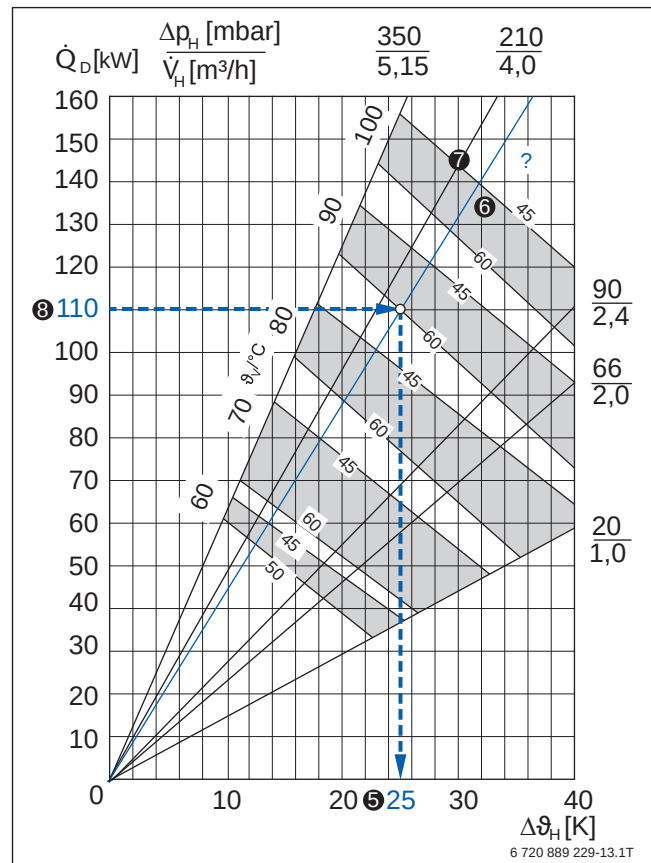

Bild 59 Warmwasser-Dauerleistung Logalux SU1000.5; Beispiel blau hervorgehoben (Vorlage→ Bild 72, Seite 97)
Gemäß dem ermittelten Speichereinheit ❸ werden 3 Warmwasserspeicher Logalux SU1000.5 ❹ ausgewählt. Pro Speicher ist eine Dauerleistung von 110 kW gefordert. Aus dem Dauerleistungsdiagramm für Warmwasserspeicher Logalux SU1000.5 ist ausgehend von der Dauerleistung ❸ pro Speicher die heizwasserseitige Temperaturdifferenz (Einheit) = 25 K ❺ ablesbar (→ Bild 59).